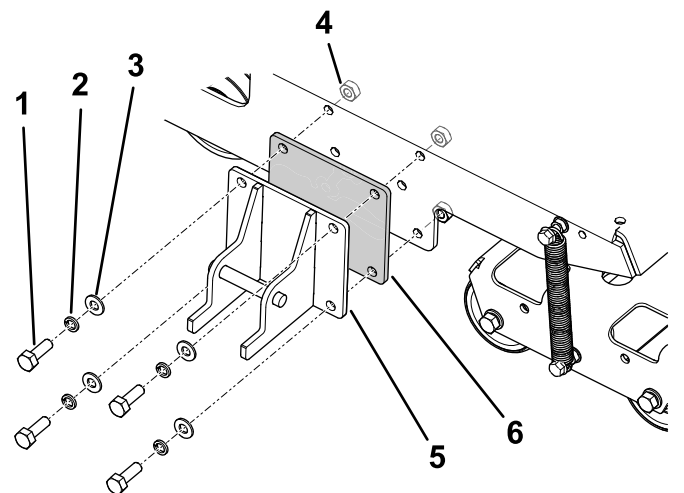

Figura 1
2. Allineate lo spessore come illustrato nella Figura 1.